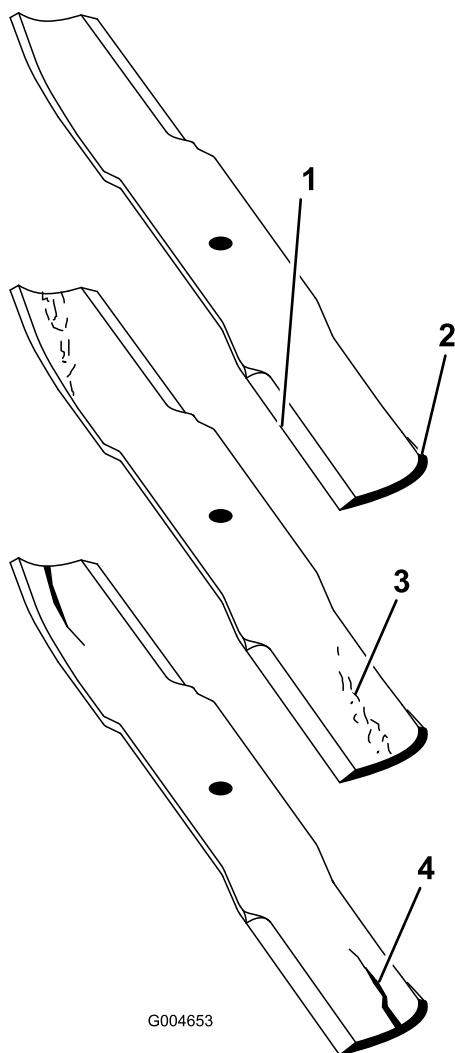

Рисунок 26
3. Осторожно проверьте режущие кромки ножей, особенно в точке соединения плоской и изогнутой частей ножа (Рисунок 26).
Примечание: Так как песок и абразивные материалы могут вызвать износ металла, соединяющего плоскую и изогнутую части ножа, проверьте нож перед использованием газонокосилки. В случае обнаружения износа (Рисунок 26) замените нож.